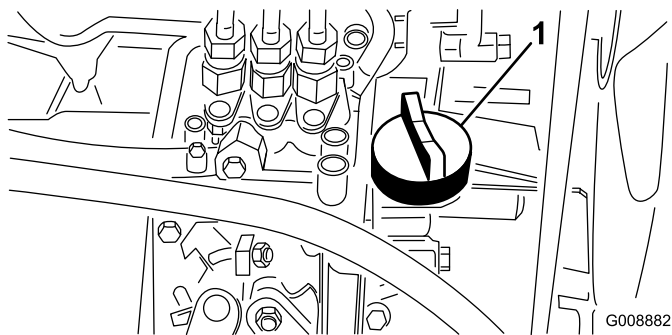

Figura 36
- Si el nivel de aceite es bajo, retire el tapón de llenado (Figura 36) y añada poco a poco pequeñas cantidades de aceite, comprobando el nivel frecuentemente, hasta que el nivel llegue a la marca de lleno de la varilla.